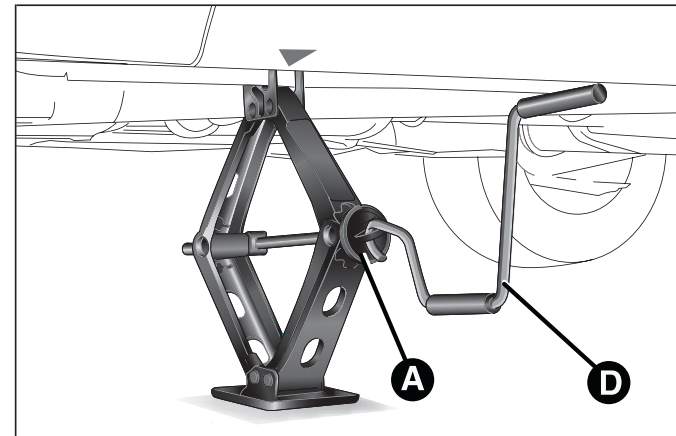
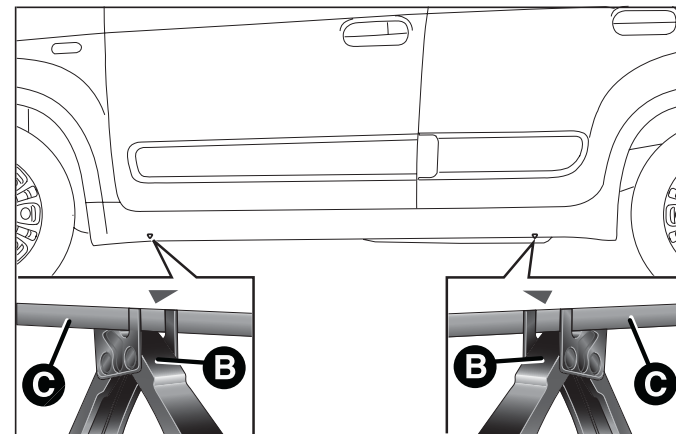

fig. 114
fig. 115
- azionare il dispositivo A fig. 114 in modo da distendere il cric, sin quando la parte superiore B fig. 115 si inserisce correttamente sul longerone C (in corrispondenza del segno ▽ riportato sul longerone stesso);
- inserire la manovella D fig. 114 nella sede sul dispositivo A, azionare il cric e sollevare la vettura, sino a quando la ruota si alza da terra di alcuni centimetri;